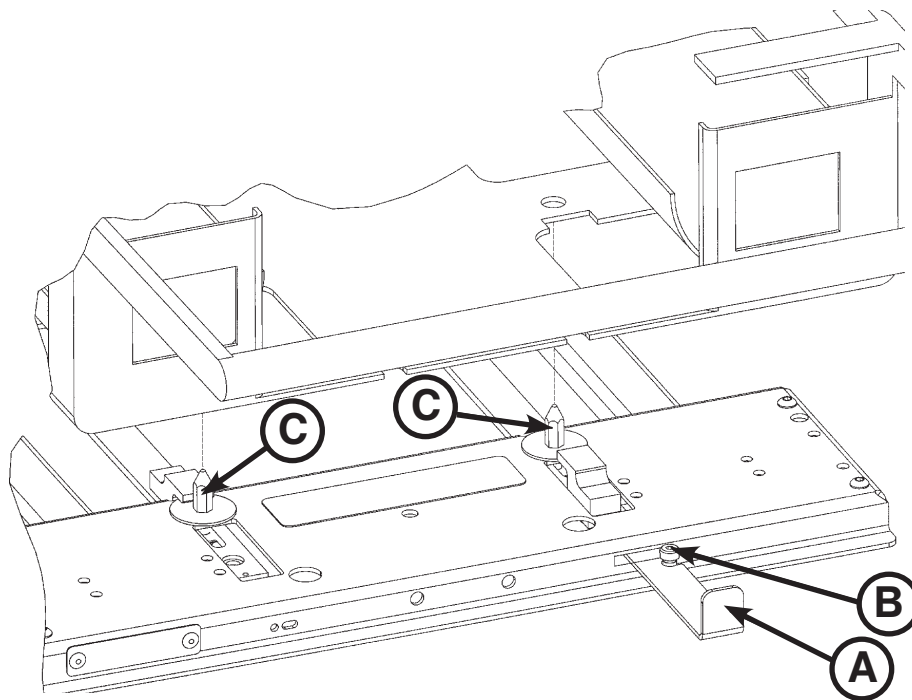

Figure 38 : Incubateur Drager®
1. Tirer la poignée de loquet rouge (A) de l'adaptateur et la déplacer vers la droite jusqu'à ce que la fente de la poignée s'engage avec le boulon à épaulement (B) de l'adaptateur, comme le montre la Figure 38.
2. Placer l'incubateur sur l'adaptateur. Aligner les trous de l'incubateur avec les quatre goupilles (C) de l'adaptateur (seules 2 des 4 goupilles sont illustrées).